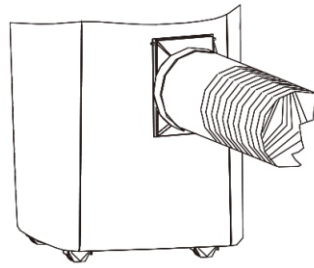

Abb.10
11. Die Montage des Abluftkanals und seines Zubehörs ist gemäß der Abbildung in Abb. 10 abgeschlossen.